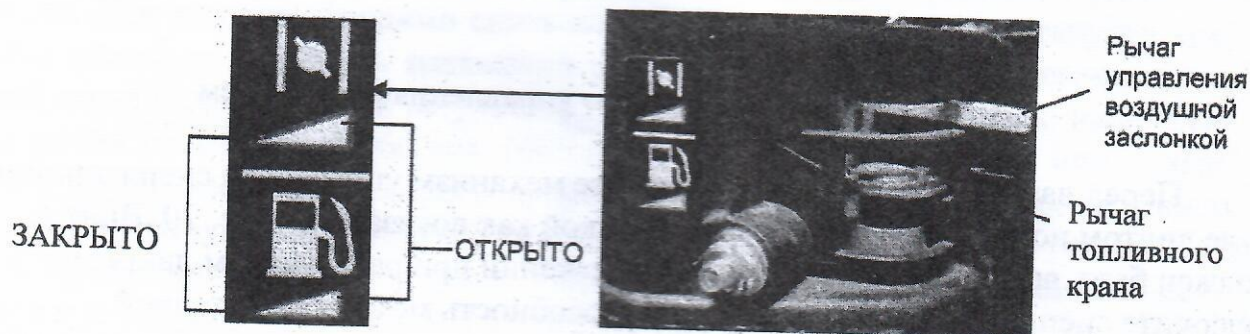

Рисунок 11 – Подготовка запуска двигателя
1. Поставьте рычаг топливного крана в положение «ОТКРЫТО» (Рис. 11).
2. При запуске холодного двигателя переведите рычаг управления воздушной заслонкой в положение «ЗАКРЫТО» (рис. 11). Не закрывайте воздушную заслонку, если двигатель прогрет.